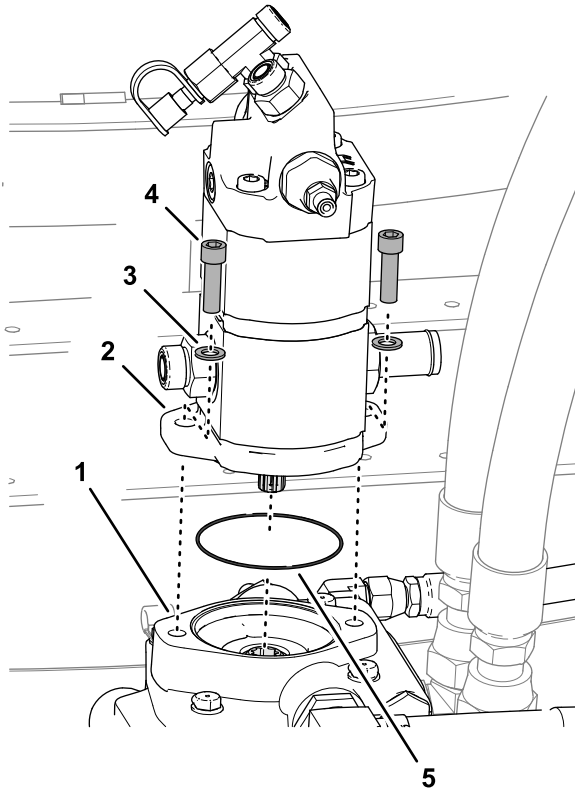

Figura 109
1. Monte una junta tórica de 85.7 mm/0.630 mm (3.375"/0.630") sobre la cubierta delantera de la bomba hidráulica (Figura 109).
2. Alinee las estrías del árbol de transmisión de la bomba hidráulica con las estrías de acoplamiento de la bomba de tracción, e inserte el árbol de transmisión en el acoplamiento (Figura 109).